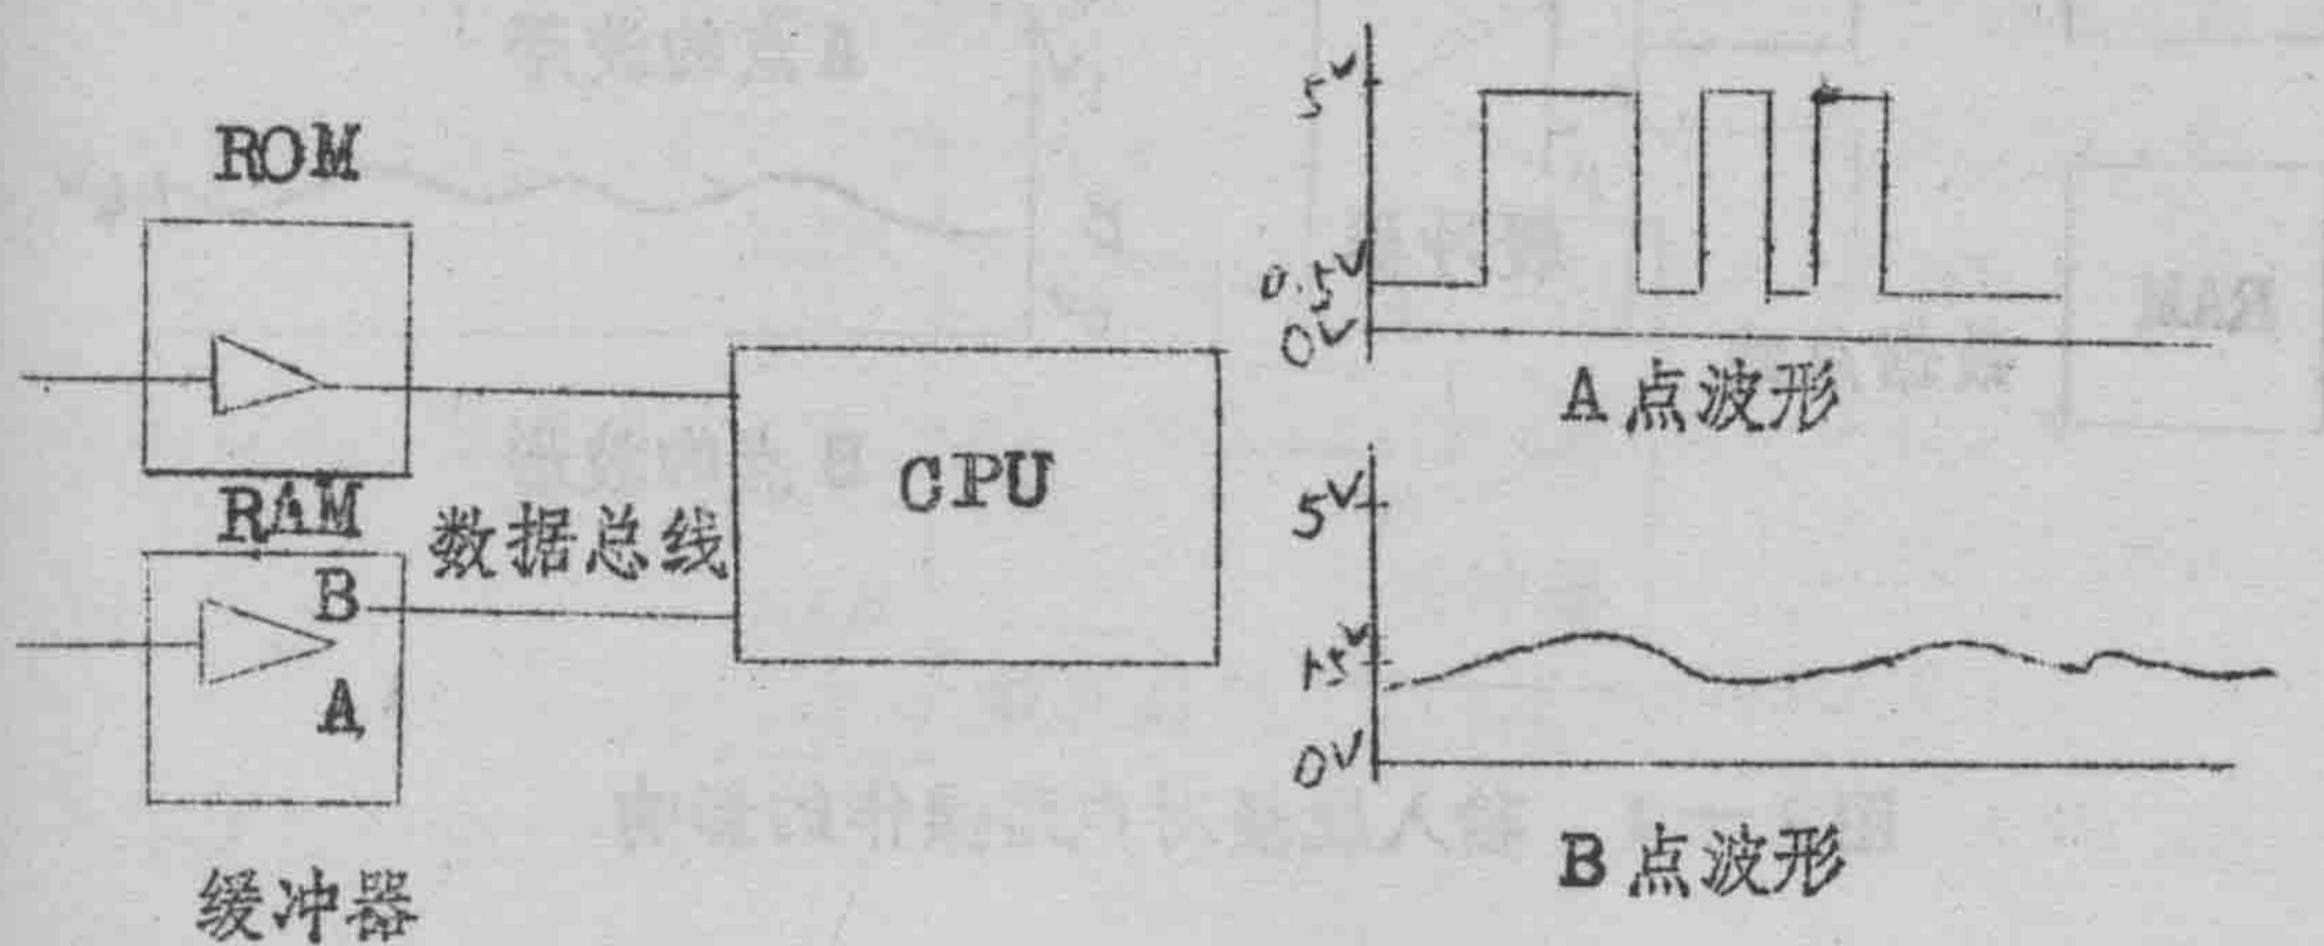

图3-1 输出脱接对电路操作的影响
(1) 输出脱接对波形的影响，如果发生输出线的脱接，(如图3-1所示)则由此输出驱动的输入就处于浮空状态。在典型的TTL集成电路中，浮空输入约为 $1.4 \sim 1.5$ V，对电路操作的影响与高逻辑电平同。